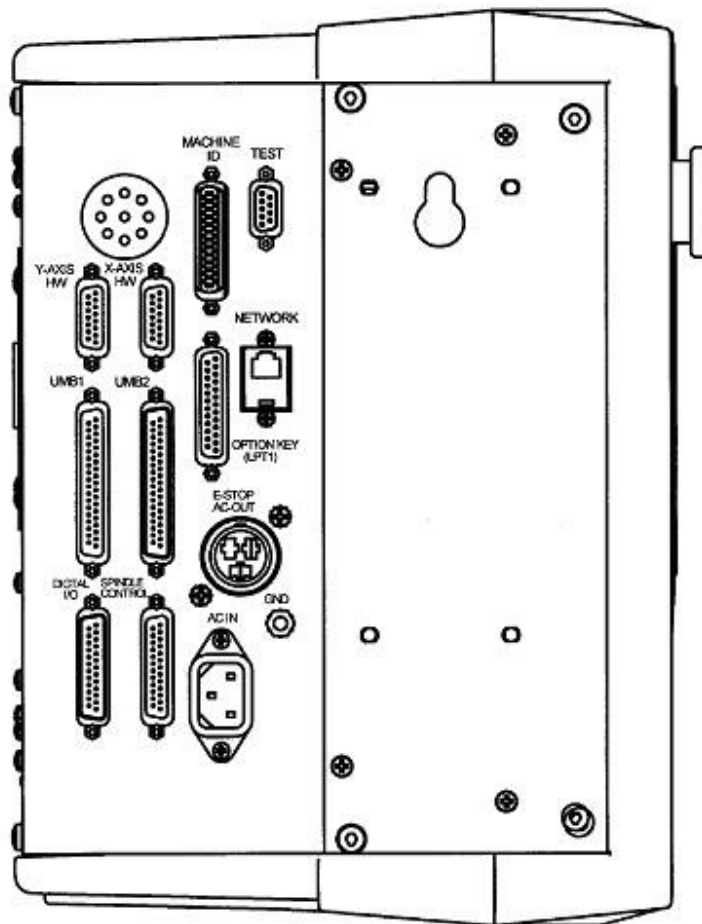

Figure 3.2.2 Côté gauche de la commande ProtoTRAK SLX avec description des connecteurs.
3.2.2 Côté gauche de la commande (voir la figure 3.2.2)